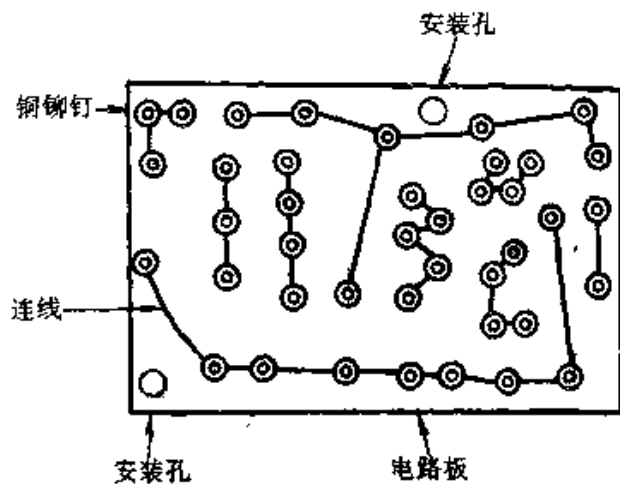

图 3-19
⑥ 简单电路还可以采用铆钉法制作,如图 3-19 所示。用空心铜铆钉铆牢在胶木板上,作为元器件引脚的焊接处。按照电路图将相关的铜铆钉之间焊上连接导线即可。